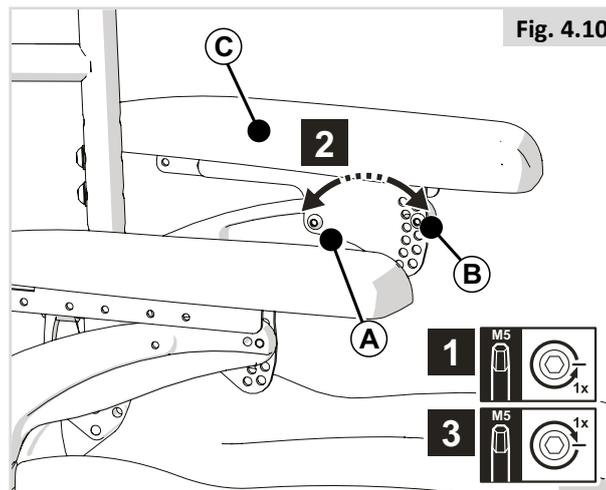

Fig. 4.10
PARTE 2 (Fig. 4.10)
Para alcanzar el tornillo trasero en las alturas más bajas del reposabrazos, afloje los tornillos (A) de la Fig. 4.10 y ajuste el ángulo del almohadillado.